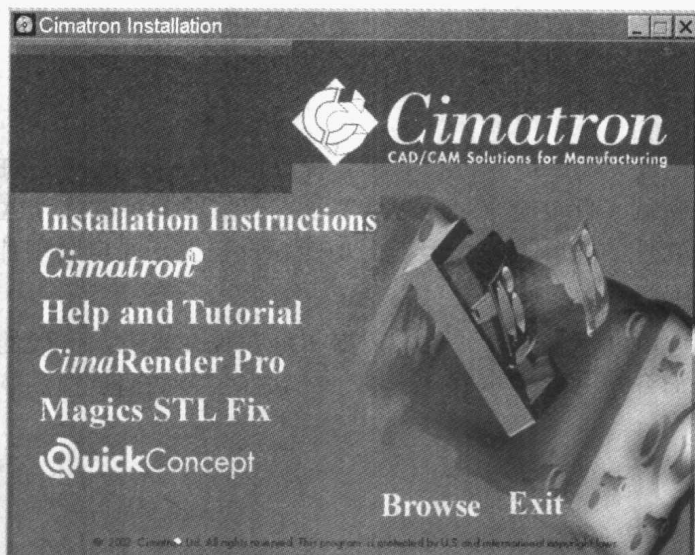

图1.1
- (1) 将Cimatron^{it} V13安装盘放入光驱中后等待其自动运行，出现如图1.1所示的安装画面。